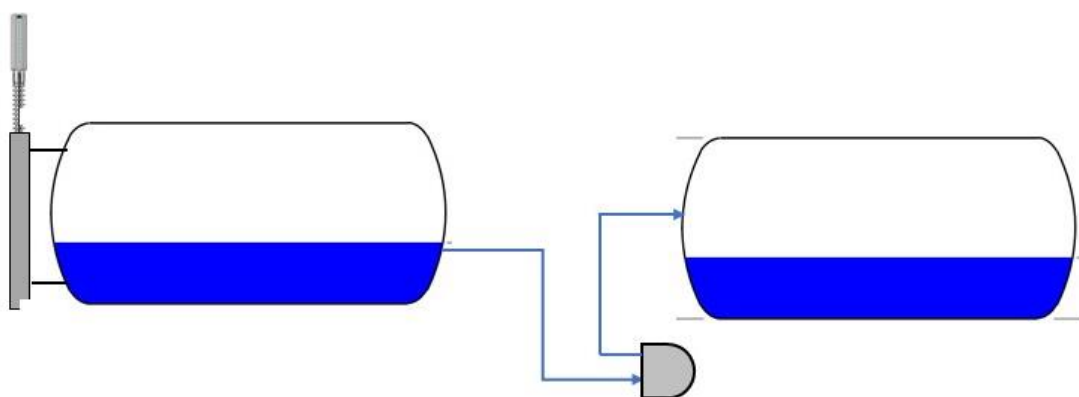

Fig 5. Vlotterregeling bij een afscheider werkend op verschillende temperaturen.
- Bij afscheiders werkend op verschillende temperaturen wordt het reservoir laagst in druk (zogenaamd lagedruk-vat) normaliter gevoed vanuit het reservoir hoogst in druk (zogenaamd ECO- of tussendruk-vat). Een vlotter zal het niveau in het ECO-vat steeds tot op de hoogte van de aansluiting op dit vat willen brengen (fig 5). Deze eigenschap heeft twee mogelijk nadelige gevolgen.